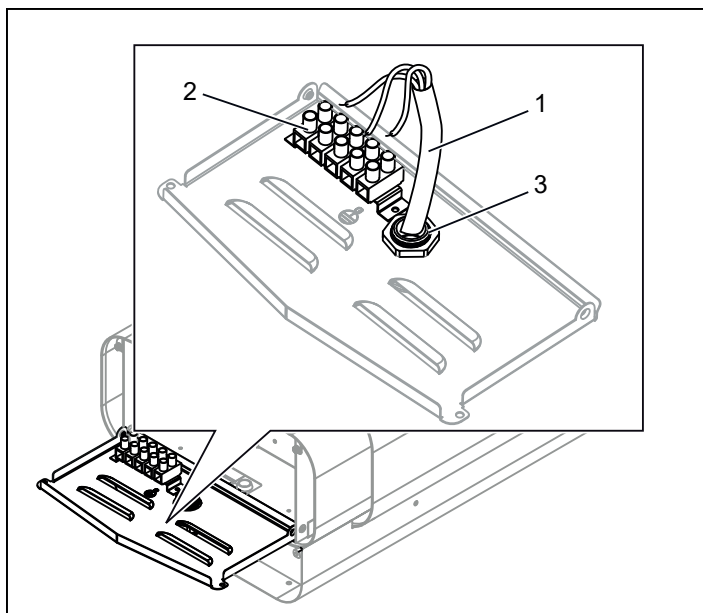
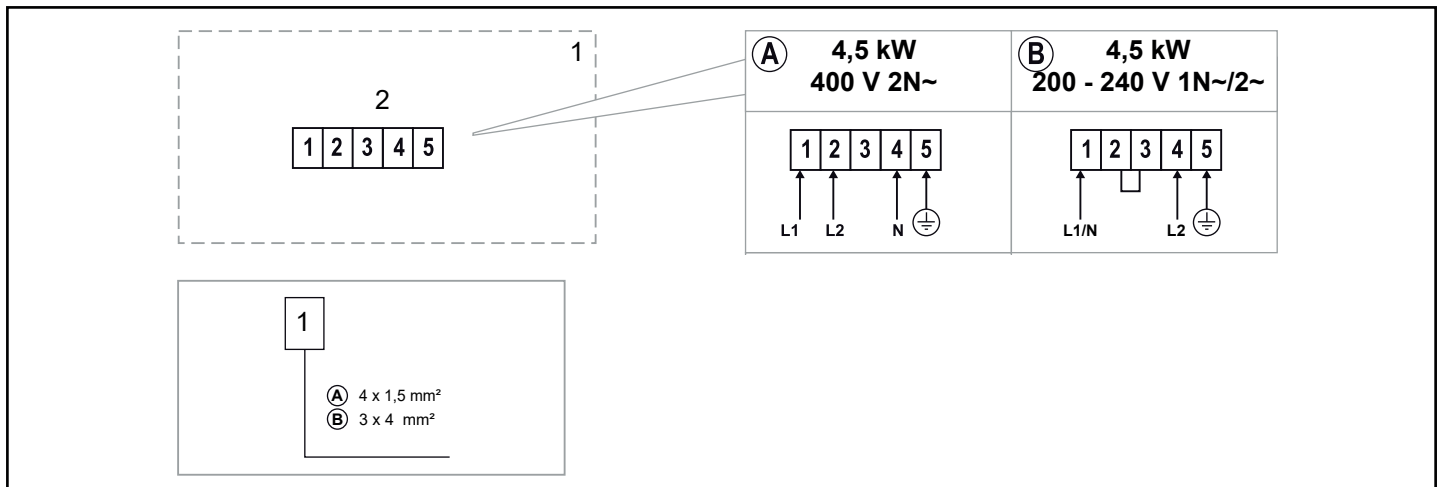

Fig 6: Inkoppling
Fig 19: Kopplingschema
3. Fäst dragavlastaren (3) och anslut elkabeln (1) i plint (2) (se Fig 6) enligt kopplingschema (se Avsnittet Anslutning/kopplingschema, se fig 19).